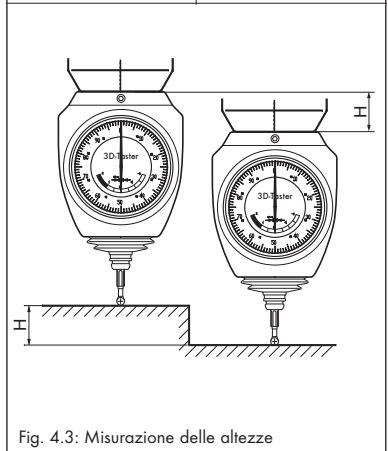

Fig. 4.3: Misurazione delle altezze
- Il display sulla macchina (asse z) visualizza la differenza di altezza (fig. 4.3).